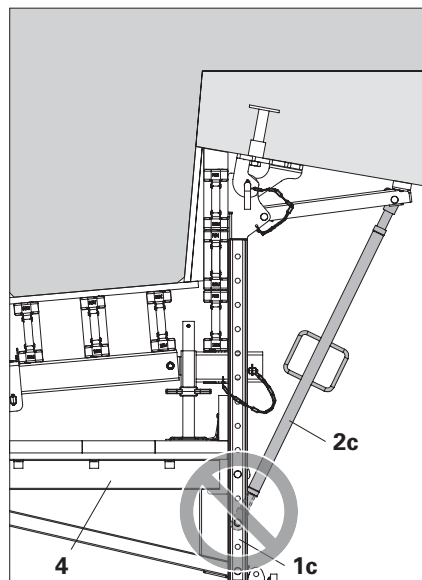

Fig. A4.03a
- Non fissare mai il braccio regolabile AV 140 (**2c**) tra i punti di fissaggio della trave a sbalzo piattaforma VGK 170 (**4**). (Fig. A4.03a)